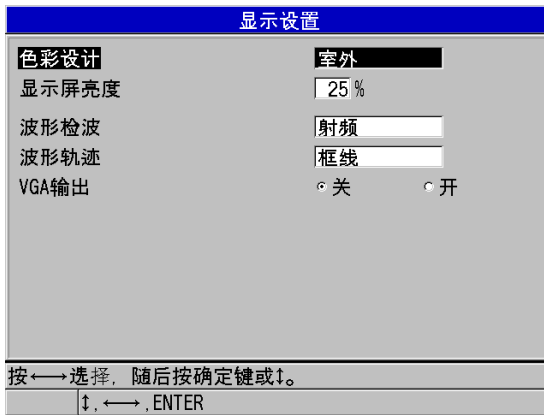

图 4-3 显示设置屏幕
2. 在**显示设置**屏幕中 (参见第 54 页的图 4-3), 为以下参数选择想要的参数和值: